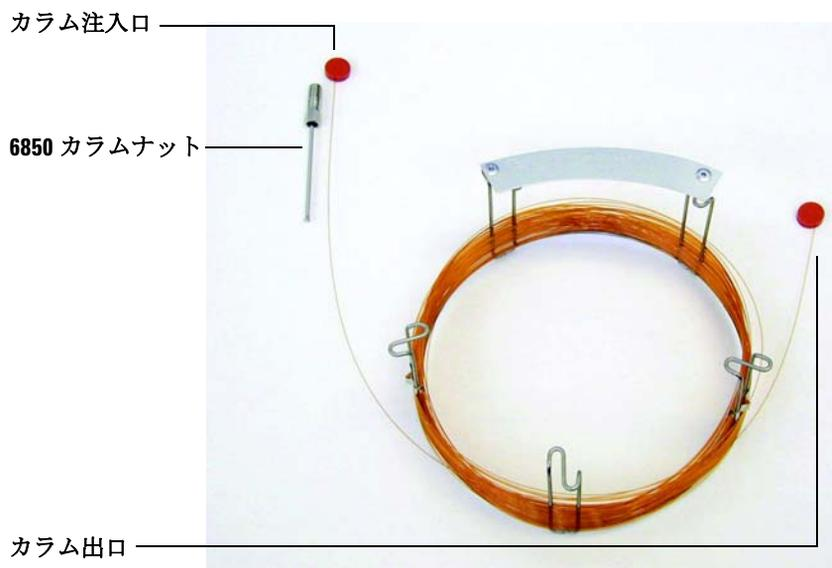

図 2 カラム
- 1 カラムラベルの付いたきれいな表面に向かって 12 時の位置にカラム (GC 出荷キットに含まれる 19091S-433E) を置きます。カラムの注入口と出口の端が GC 検出器が使用されるのと同じ向きにあり、カラム出口がカラムケージホルダの後ろ (ファンの近く) にあることに注意してください。図 2 を参照してください。